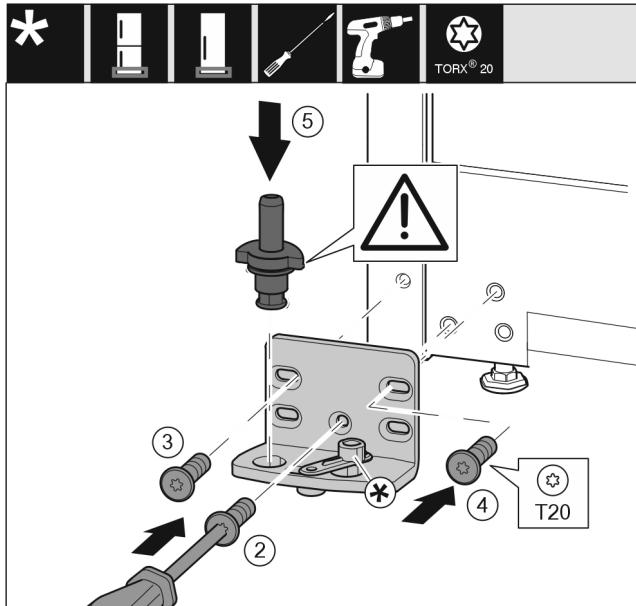

Fig. 14
- Nasadte stojan ložiska na druhé straně a přišroubujte pomocí šroubováku T20. Začněte šroubem 2 dole uprostřed. Fig. 14 (2)
- Pevně utáhněte šroub 3 a 4. Fig. 14 (3,4)
- Zcela vložte ložiskový čep. Přitom dávejte pozor, aby zajišťovací vačka směrovala dozadu. Fig. 14 (5)